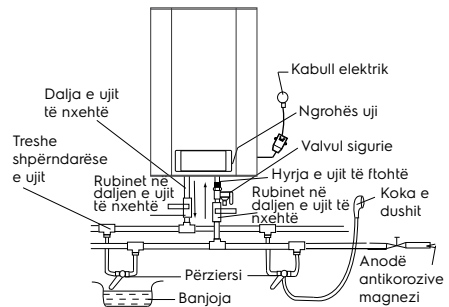

Fig. 7
- Nëse është e nevojshme të vendosni një sistem të furnizimit me ujë me disa çezma, përdorni metodën e bashkimit (shih Fig. 7).